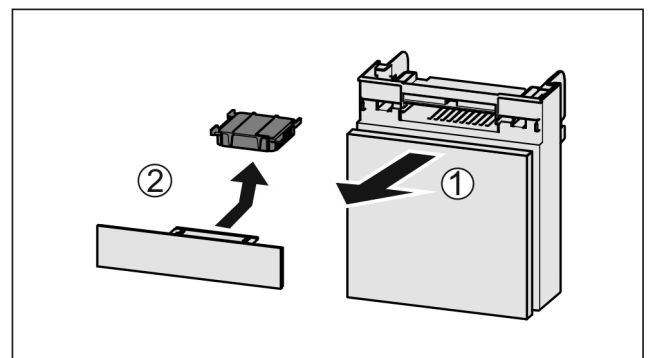

Fig. 218
- Estrarre il vano tirando in avanti Fig. 218 (1).
- Rimuovere il filtro a carboni attivi Fig. 218 (2).